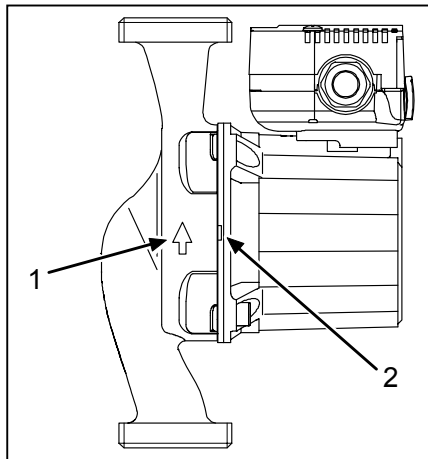

Рис. 2
- Стрелка на корпусе насоса указывает направление потока жидкости (Рис. 2, поз. 1).
ВНИМАНИЕ! В системах, для которых требуется изоляция, изолируется только корпус насоса. Двигатель и отверстия для слива конденсата должны быть открытыми (Рис. 2, поз. 2).